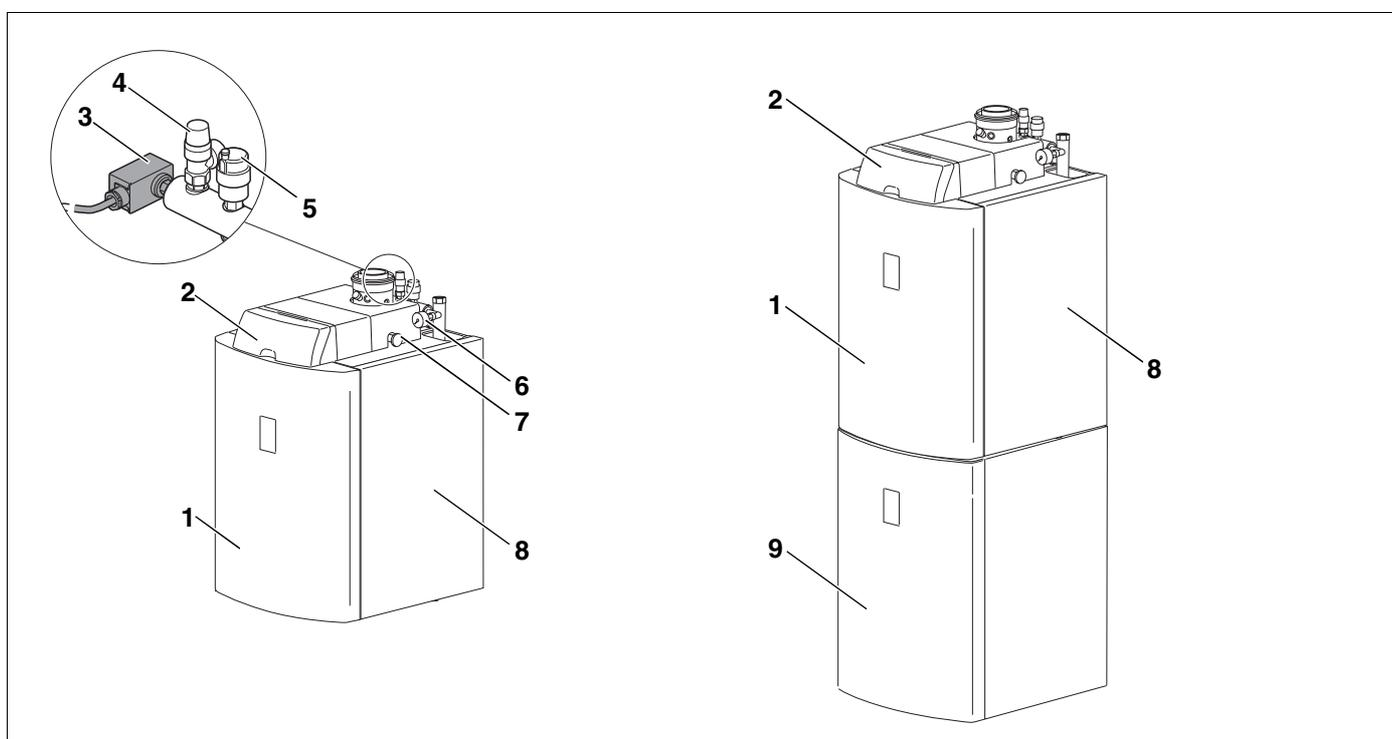

Fig. 1 Caldaia Logano G135(T); a sinistra, caldaia compatta a gasolio; a destra, gruppo termico
Le caldaie compatte a gasolio Logano plus GB135 – 18 e Logano G135 -25 (fig. 1, a sinistra) sono fornite, di fabbrica, di bruciatore, apparecchio di regolazione e diverse altre componenti supplementari. Tutte le componenti sono collegate elettricamente e idraulicamente.
Le caldaie compatte a gasolio Logano plus GB135T - 18 e Logano G135T - 25 (fig. 1, a destra) sono composte dalla rispettiva caldaia compatta a gasolio, e dall'accumulatore d'acqua calda Logalux S135. L'unità (gruppo termico) è montata, completa di tubazione di collegamento accumulatore-caldaia.
- Rivestimento (fig. 1, **pos. 8**, pagina 9) e pannello anteriore caldaia (fig. 1, **pos. 1**, pagina 9). Il rivestimento e il pannello anteriore della caldaia riducono le perdite di energia.
- Accumulatore d'acqua calda Logalux S135 integrato (fig. 1, **pos. 9**, pagina 9) con Logano G135T, provvisto di isolamento termico in schiuma dura di poliuretano senza CFC. L'accumulatore d'acqua calda è munito di uno scambiatore di calore. Lo scambiatore di calore trasmette il calore dall'acqua di riscaldamento a quella potabile. L'acqua contenuta nell'accumulatore viene riscaldata uniformemente.
Pressostato (fig. 1, **pos. 3**, pagina 9),
Valvola di sicurezza (fig. 1, **pos. 4**, pagina 9),
Disaeratore automatico (fig. 1, **pos. 5**, pagina 9),
Manometro (fig. 1, **pos. 6**, pagina 9),
Rubinetto d'intercettazione del gasolio (fig. 1, **pos. 7**, pagina 9),